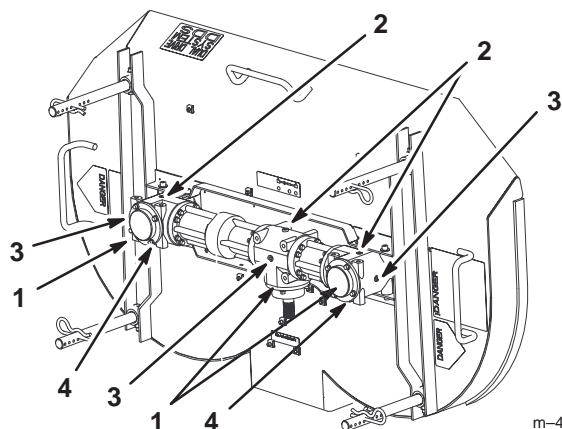

Figure 69
- Une fois le plateau relevé, enlevez le bouchon au fond du boîtier. Attendez que tout le liquide se soit écoulé dans un bac de vidange (Fig. 69).
- Remettez le bouchon en place après avoir appliqué du produit d'étanchéité sur les filetages au besoin (Fig. 69).
- Enlevez le bouchon de remplissage en haut du boîtier d'engrenages (Fig. 69).
- Remettez le bouchon en haut du boîtier d'engrenages (Fig. 69).
- Enlevez le bouchon latéral du boîtier. Le niveau de liquide doit atteindre le trou latéral (Fig. 69).
- Le cas échéant, versez du liquide par l'orifice supérieur jusqu'à ce qu'il s'écoule par le trou latéral du boîtier. Le boîtier est plein quand le liquide sort par le trou latéral (Fig. 69).
- Remettez les bouchons supérieur et latéral, après avoir enduit leurs filetages de produit d'étanchéité (Fig. 69).